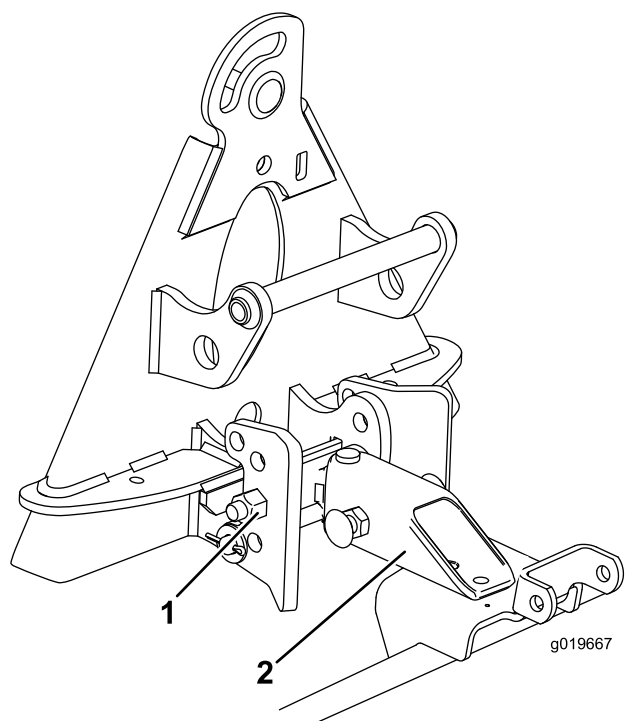

Figura 14
1. Monte el conjunto de enganche en los taladros inferiores del soporte (Figura 14).
2. Alinee la cara más larga del tubo de enganche hacia abajo y montada en la cara superior de la barra de suspensión (Figura 14).